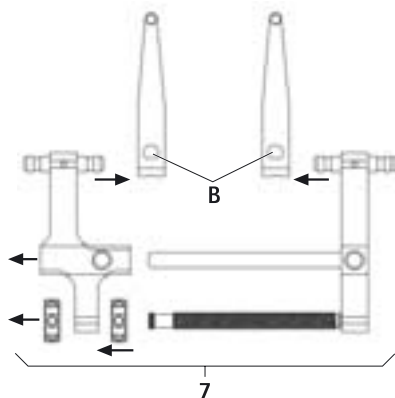

Fig. 2
- Desmontar o distractor 7 juntamente com as lâminas de distracção, ver Fig. 2: accionar a corrediça **B** e remover a lâmina de distracção FW239R.